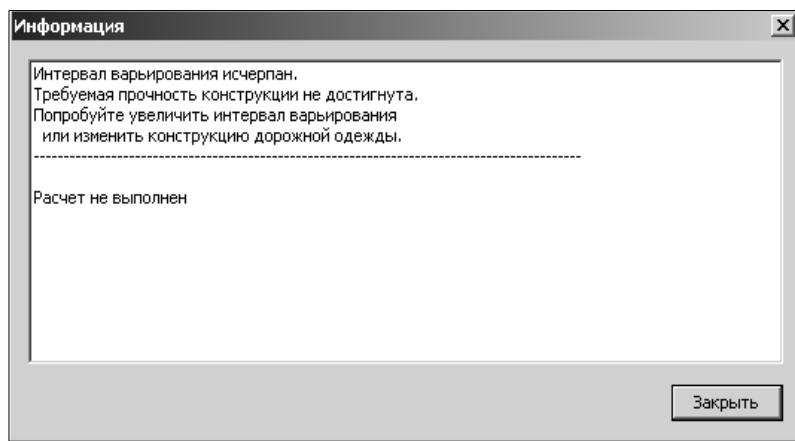

Рис. 36
- **Расчет не был выполнен.** Причина сброса расчета, как правило, заключается в неполноте или некорректности исходных данных. В этом случае программа выдает соответствующее сообщение (рис. 36), в котором указана причина невыполнения расчета. Пользователь должен вернуться к корректировке данных.